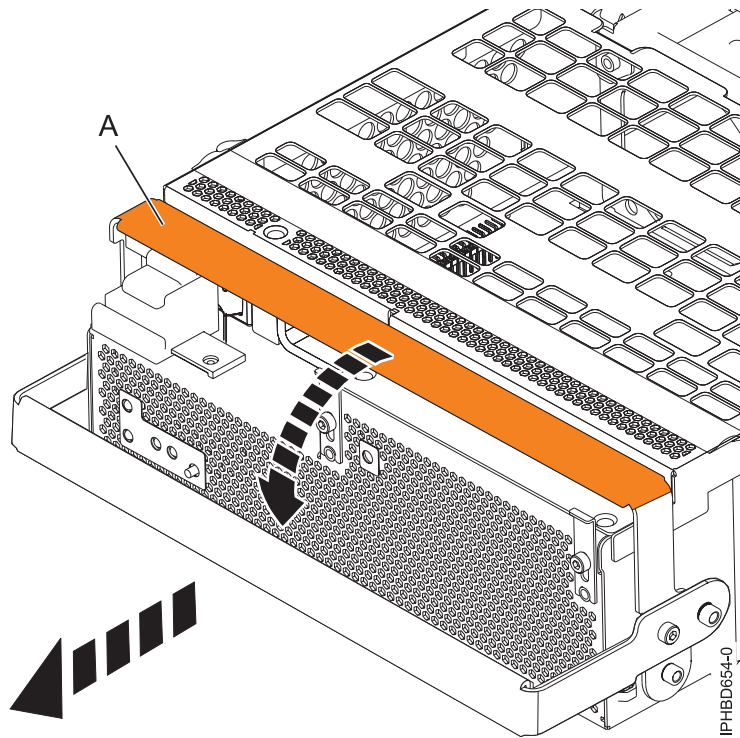

Figure 14. Retrait d'une alimentation électrique
7. Tournez la poignée de verrouillage de l'alimentation électrique (A) en position ouverte comme indiqué à la figure 14, à la page 16. Retirez l'alimentation électrique de l'unité d'extension.